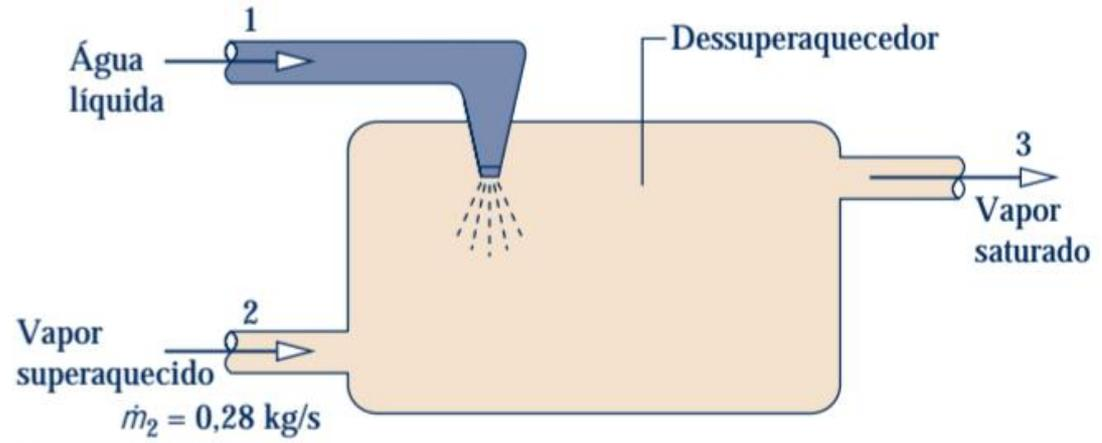

Fig. P6.86
6.86 Conforme o *dessuperaquecedor* ilustrado na Fig. P6.86, água líquida é injetada em um fluxo de vapor superaquecido. Como resultado, tem-se um fluxo de vapor saturado na saída. Os dados para a operação em regime permanente estão apresentados na tabela a seguir. Considere que as perdas de calor e todos os efeitos das energias cinética e potencial são desprezíveis. (a) Localize os estados 1, 2 e 3 em um esboço do diagrama $T-s$. (b) Determine a taxa de geração de entropia no interior do dessuperaquecedor, em kW/K.